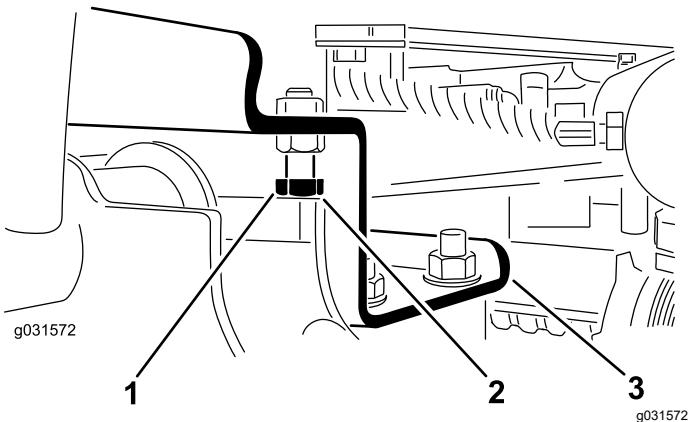

図 12
- ストップボルトを戻す図 12。
| 2. 各昇降アームとストップボルトとの隙間が、図 12 のように 0.13-1.02 mm の間にあるかどうか点検する。 | |